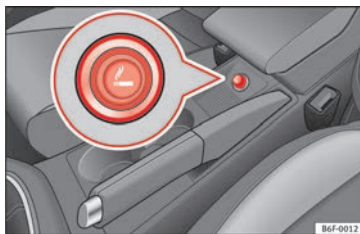

Fig. 163 Accendisigari.
- Premere il pulsante dell'accendisigari » fig. 163 per attivarlo » ⚠.